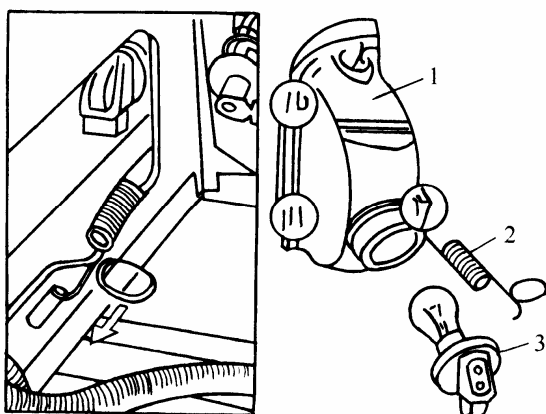

图 9-86 前转向灯的拆卸
2) 从发动机舱内脱开弹簧钩后，取出转向灯（图 9-86）。